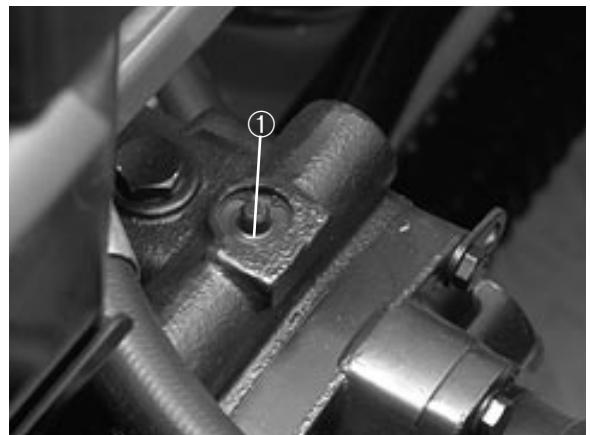

Fig. 18
1. La valvola di bipasso si trova sopra la pompa a cilindrata variabile (Fig. 18). Girare la valvola a 90° in una qualsivoglia direzione per aprirla e lasciare bipassare l'olio all'interno. Ora che il fluido viene bipassato si può spostare la macchina, lentamente, senza arrecare danni alla trasmissione.